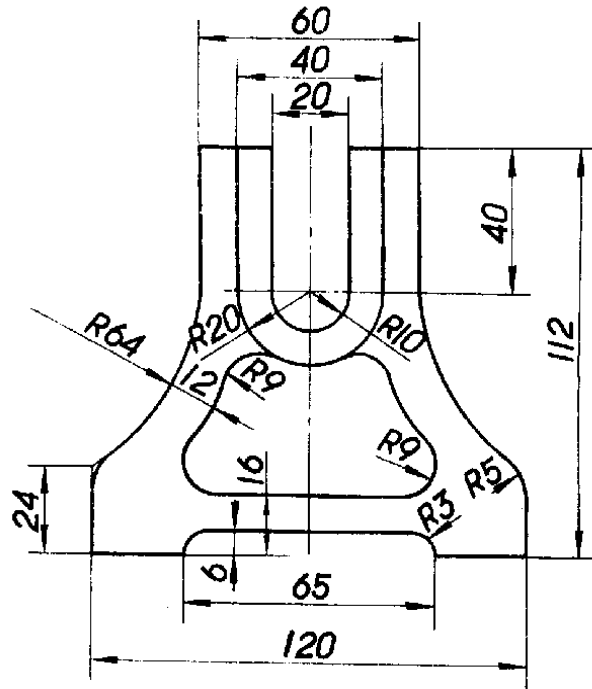

图 49
4.12 当图形具有对称中心线时，分布在对称中心线两边的相同结构，可仅标注其中一边的结构尺寸，如图49中的R64、12、R9、R5等。